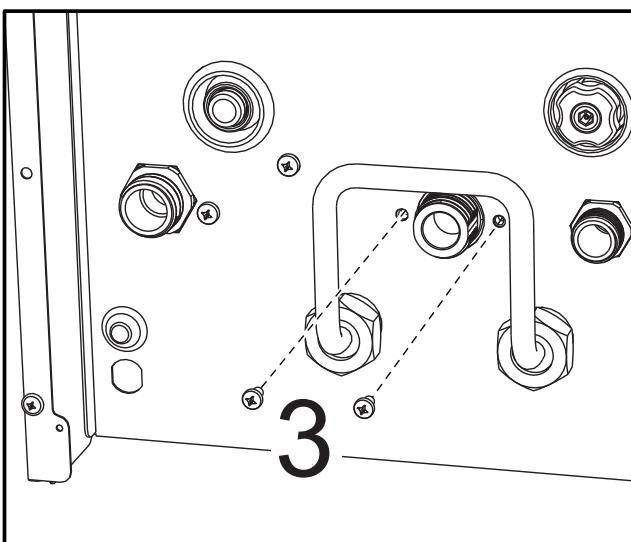

рис. 59
- Открутите винты "3" (рис. 59)